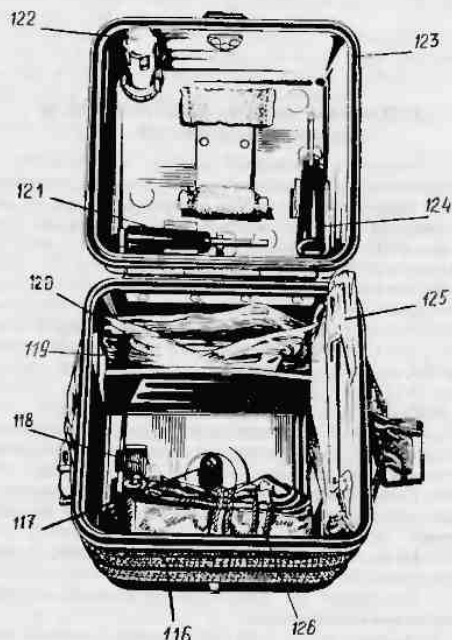

РИС. 15. ФУТЛЯР БУССОЛИ:
7.1. Комплект запасных частей, инструмента и принадлежностей предназначен для осмотра, ремонта, замены вышедших из строя винтов прибора и для установки буссоли по вертикали над заданной точкой на местности. Он размещен в корпусе 116 (рис. 15) и крышке 123 футляра буссоли.
7.3. Отвес 122 (рис. 15) предназначен для установки буссоли с треногой над заданной точкой на местности. На головке треноги имеется специальный паз, на который надевается петля шнура отвеса.
7.6. Салфетка 120 (рис. 15) предназначена для протирки оптики прибора.